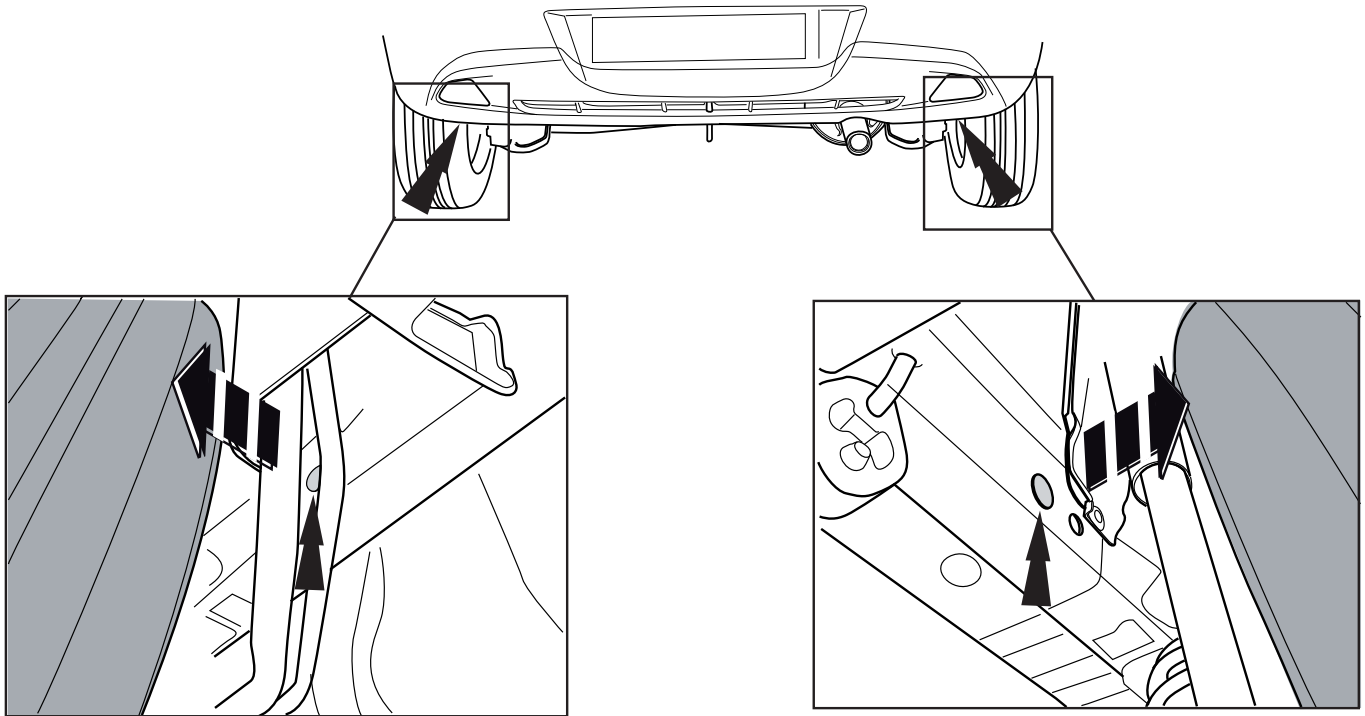

Fig.2
2. Удалить резиновые пробки в указанных точках (см. рис. 2).